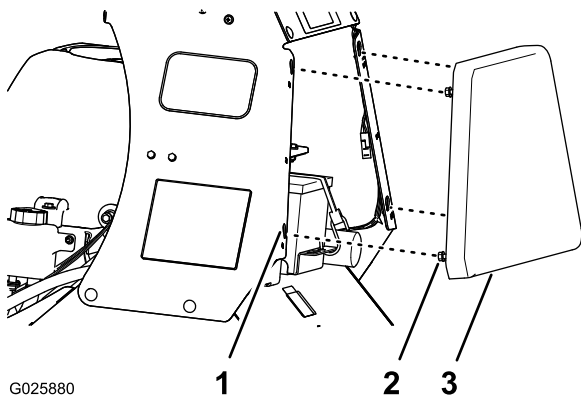

Figura 29
1. Afloje los 4 pernos con arandela prensada que sujetan el teclado en los paneles derecho e izquierdo de la consola (Figura 29).
2. Levante el teclado de la consola (Figura 29) unos 13 mm (1/2 pulgada).
3. Tire del teclado de la consola hacia atrás en línea recta y retire el teclado de la máquina (Figura 29).
1. Alinee los 4 pernos con arandela prensada en la cara hacia adelante del teclado de la consola con las 4 ranuras en forma de bocallave del bastidor de la consola (Figura 29).
2. Mueva el teclado hacia adelante hasta que el teclado quede a nivel con el bastidor de la consola (Figura 29).
3. Mueva el teclado hacia abajo hasta que los pernos con arandela prensada queden asentados en las ranuras en forma de bocallave (Figura 29).